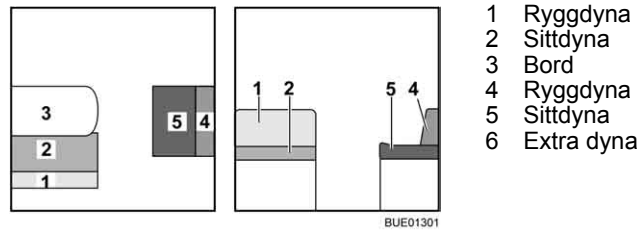
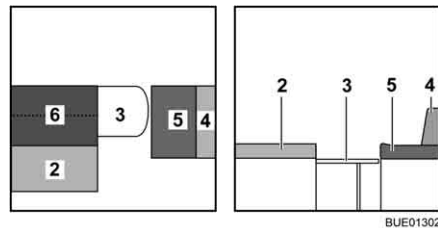

Bild 128 Före ombyggnaden
Bild 129 Under ombyggnaden
- Bygg om bordet (Bild 128,3) till sängbotten (se avsnitt 6.11).
- Tag bort ryggdynan (Bild 128,1) och lägg den åt sidan.
- ▷ Beroende på modell kan ryggdynan (Bild 128,1) användas i stället för ext-radynan (Bild 129,6).
- Fäll upp den extra dynan (Bild 129,6) och lägg den på bordet.